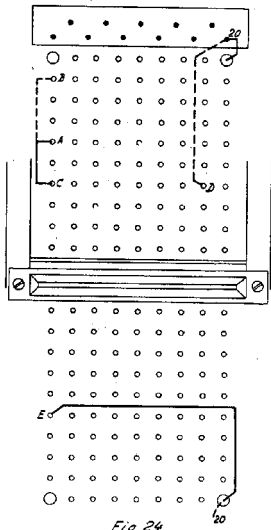

Fig. 24
- Teneinde overbelasting van R4 bij het meten van indirect verhitte buizen met kortsluiting tussen gloeidraad en kathode te voorkomen, is de schakeling van de brug in genoemde met C gemerkte apparaten gewijzigd. Zie fig. 24. Om deze wijziging te kunnen doen gaat men als volgt te werk:
- Verwijder de verbinding tussen punt 20 en contact D. Verbindt punt 20 met contact E. In fig. 24 is 1 het bewegende deel; 2 het vaste deel van de brugschakelaar. Fig. 23 geeft de schakeling van de gewijzigde apparaten weer.